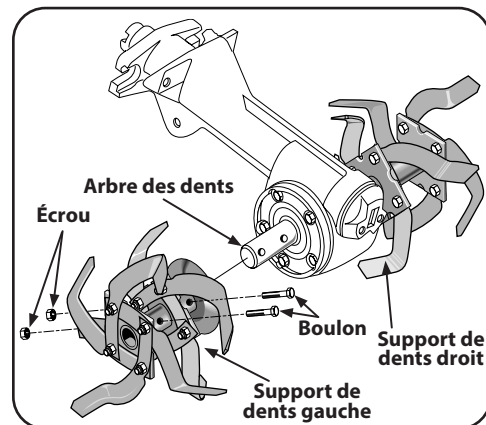

Figure 5-33
- Utilisez deux clés de 9/16 po pour enlever les deux boulons et écrous qui fixent la dent à la plaque de retenue de la dent. Voir Figure 5-33. Utilisez de l'huile pénétrante sur le matériel de fixation s'il est rouillé ou difficile à enlever.
- Enlevez les deux boulons et écrous qui fixent chaque support. Voir Figure 5-33.